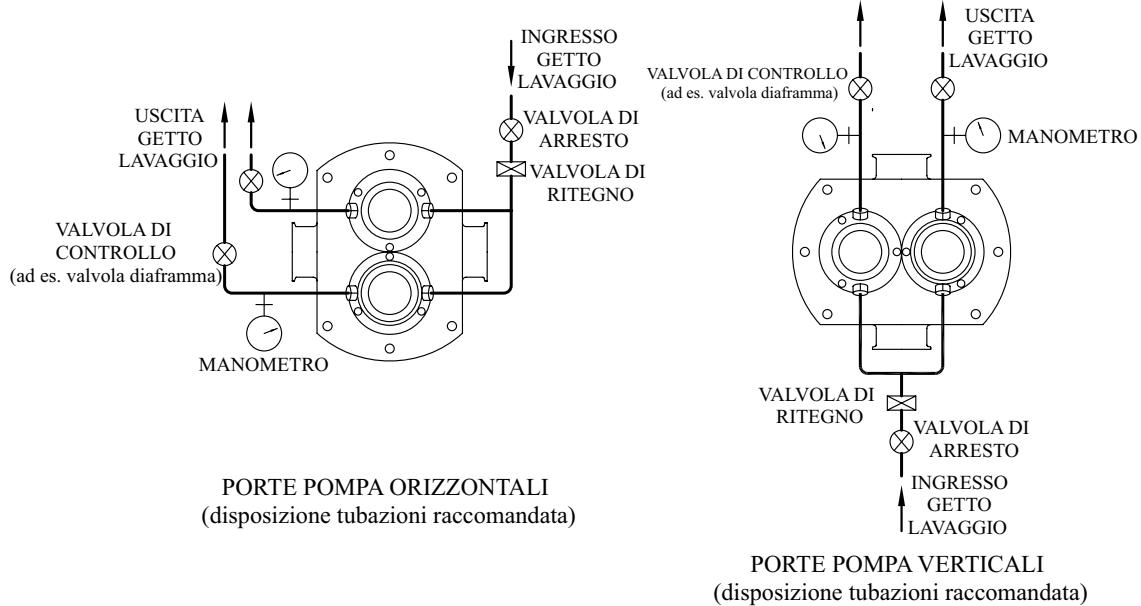

Fig. 3.3.1
- Il sistema di flussaggio è correttamente installato e collegato, si vedano le Fig. 3.3.1 e 3.3.2 per le raccomandazioni.
Il sistema di flussaggio può essere organizzato allo stesso modo delle tenute meccaniche doppie, mostrato nella Fig. 3.3.1 e 3.3.2. Le tenute o-ring doppie possono anche essere lubrificate con grasso, se l'applicazione della pompa lo rende necessario. In questo caso, le camere flusso tenuta sono riempite attraverso gli ugelli di ingrassaggio con grasso approvato idoneo per l'utilizzo con i mezzi pompanti. Le camere devono essere completamente riempite per il corretto funzionamento. Ciò può essere effettuato sovrapressurizzando le camere in modo che il grasso fuoriesca dalle tenute lungo gli alberi e nell'alloggiamento del rotore. La quantità di grasso presente nelle camere della tenuta deve essere monitorata quotidianamente, e se la pompa è utilizzata in applicazioni costanti, essa deve essere verificata ogni 24 ore.